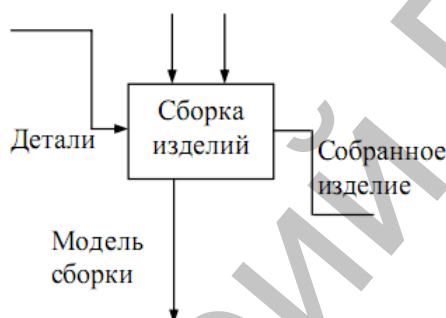

Рис. 6.2. Стрелка вызова работы «Сборка изделия» модели–цели
- стрелка вызова должна исходить из недекомпозируемой работы (работа должна иметь диагональную черту в левом верхнем углу) (рис. 6.2);